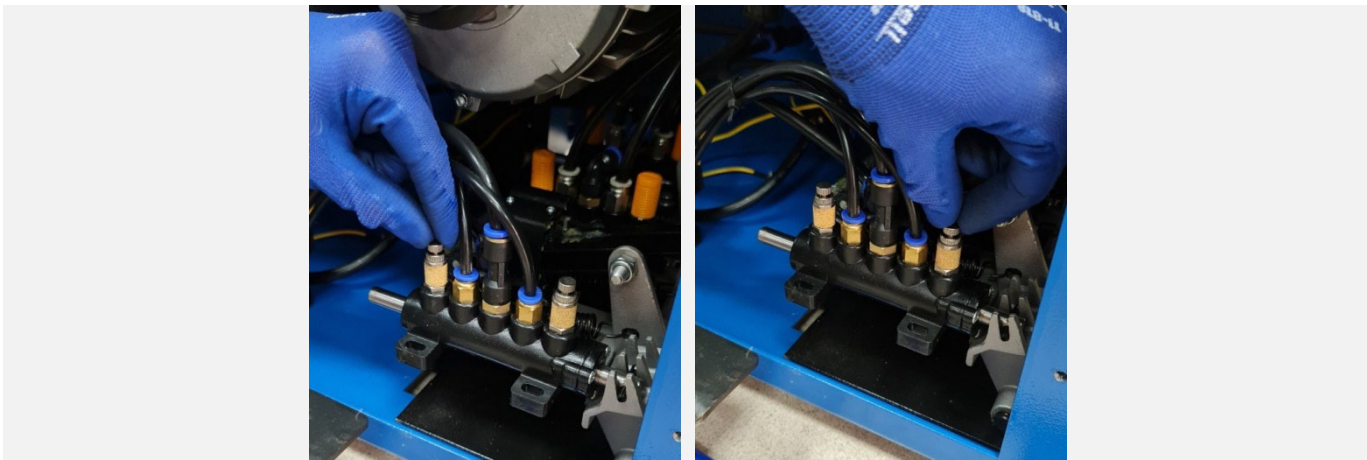

Рисунок 62
**11.7.2** Поворачивая пневморосель с глушителем, расположенный на пневматическом распределителе, управляющим движением монтажной колонны (см. Рисунок 62), установить требуемую скорость (плавность) откидывания и возврата в рабочее положение монтажной колонны.